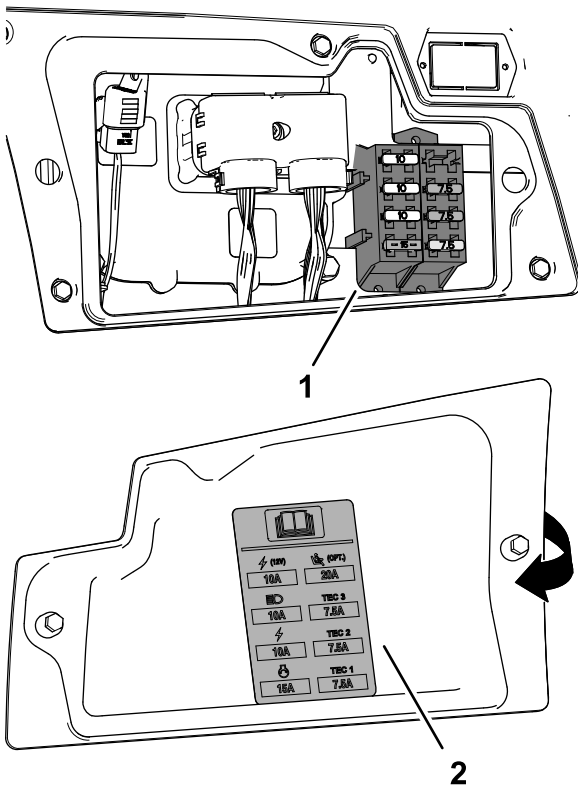

Figura 98
3. Cambie el fusible fundido (Figura 98) por otro del mismo tipo y amperaje.